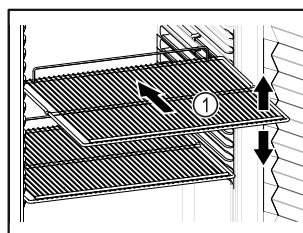

Fig. 61 Voorbeeld
- ❑ Indien de legroosters *Fig. 61 (1)* verplaatsbaar zijn, deze aan de hoogte aanpassen.